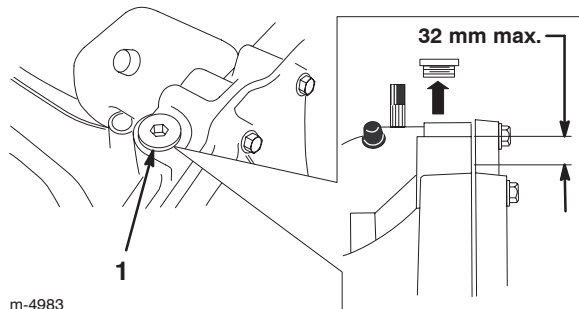

Bild 29
4. Reinigen Sie den Bereich um die Füllschraube (Bild 29), so dass kein Schmutz in den Ölbehälter fällt, wenn Sie Öl nachfüllen müssen.
5. Entfernen Sie die Füllschraube und prüfen den Ölstand. Der Ölstand darf höchstens 32 mm unter der Oberseite des Einfüllstutzens stehen (Bild 29). Füllen Sie bei Bedarf Öl nach.